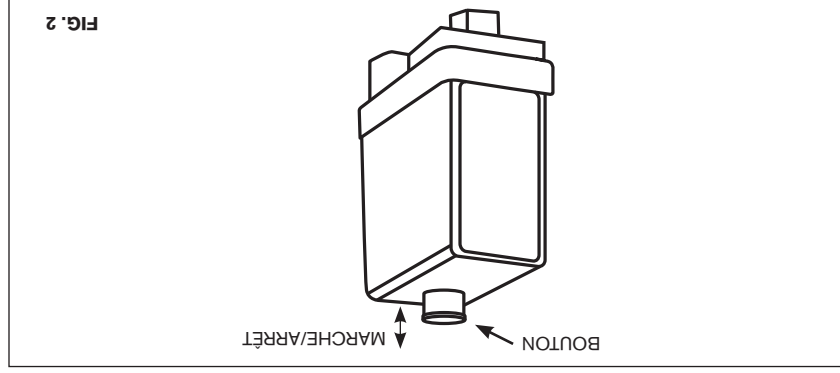

FIG. 2
6. Ouvrez la soupape de refoulement, réglez le bouton du pressostat en position de marche (ON) (Fig. 2), laissez le compresseur fonctionner pendant 10 minutes sans charge afin d'assurer la lubrification des pièces mobiles avant son utilisation régulière.